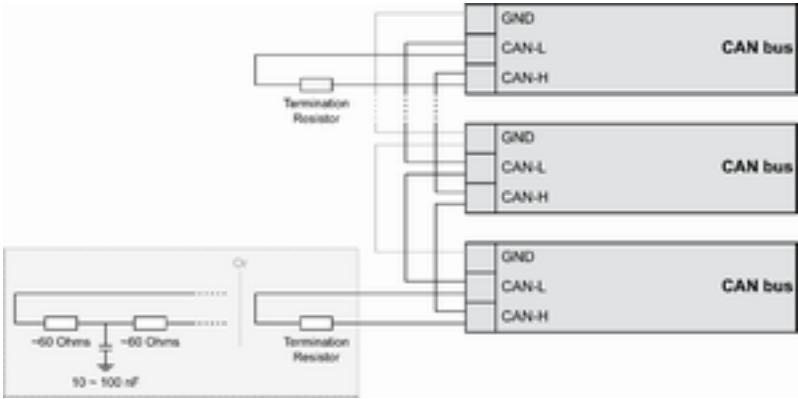

Abb. 54: CAN-Bus - Abschlusswiderstand
Beachten Sie, dass der CAN-Bus mit einem Widerstand, der Impedanz (dem Wellenwiderstand) des Kabels entspricht (z. B. 120 Ohm, 1/4 W), an beiden Enden abgeschlossen werden muss. Der Abschlusswiderstand wird zwischen CAN-H und CAN-L angebracht (Abb. 54).
- Teilen Sie den Abschlusswiderstand in 2 x 60 Ohm. Die Mittelanzapfung muss über einen Kondensator von 10 bis 100 nF mit der Erde verbunden werden (Abb. 54).